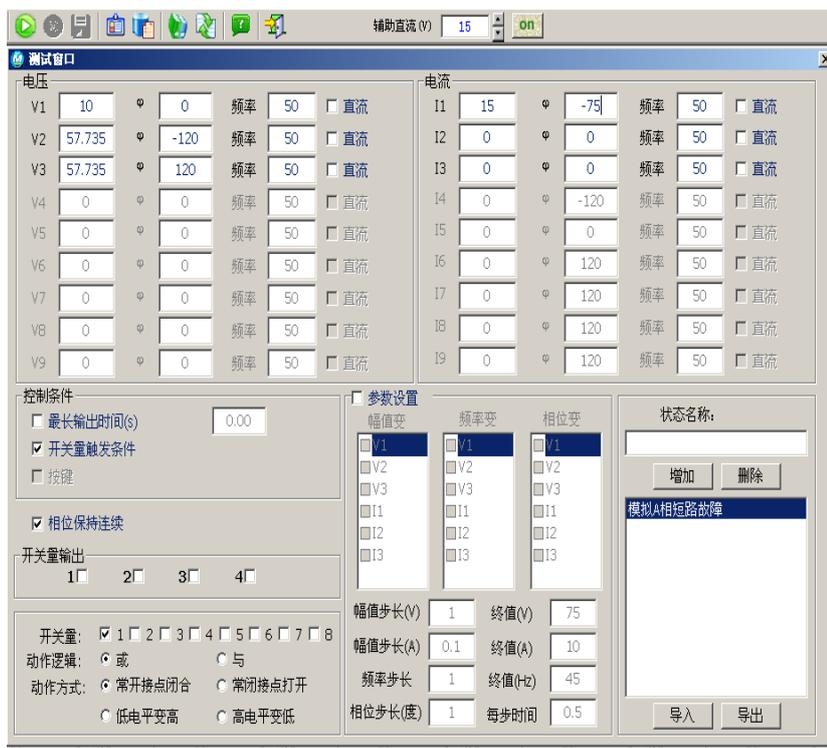
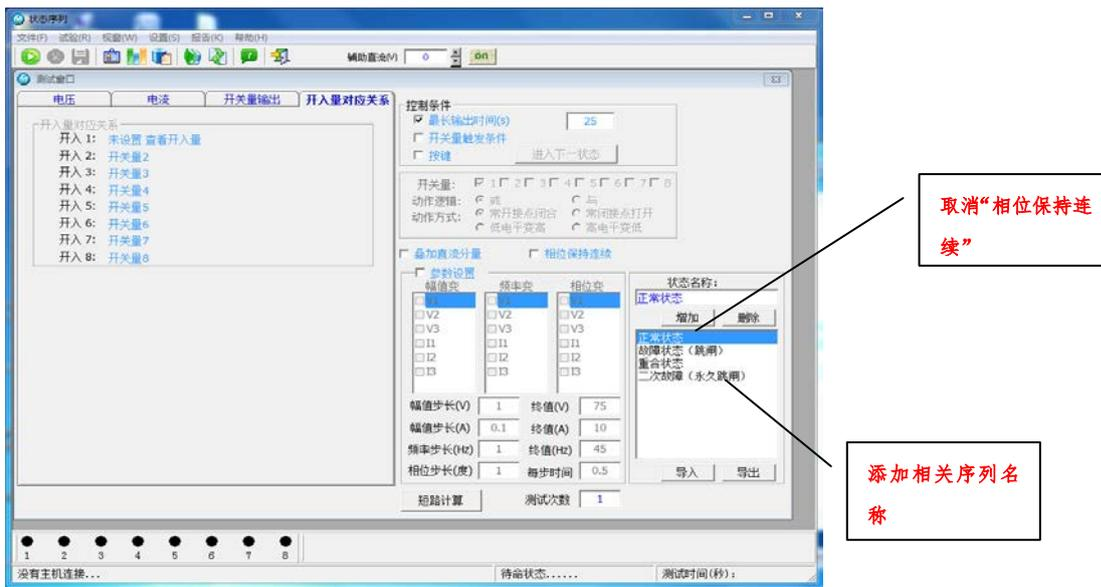

图 3.10-2
图 3.10-1
- 第二步、在“图 3.10-1”中输入状态名称，比如“模拟 A 相接地短路”，然后点击“增加”，如图 3.10-2。
- 第三步、在图 3.10-2 中设置 A 相接地短路时各相的电流、电压幅值、控制条件。
第一步：在状态序列里面添加序列，输入相关名称（注意：在添加的时候取消“相位保持连续”）如图 3.10-1